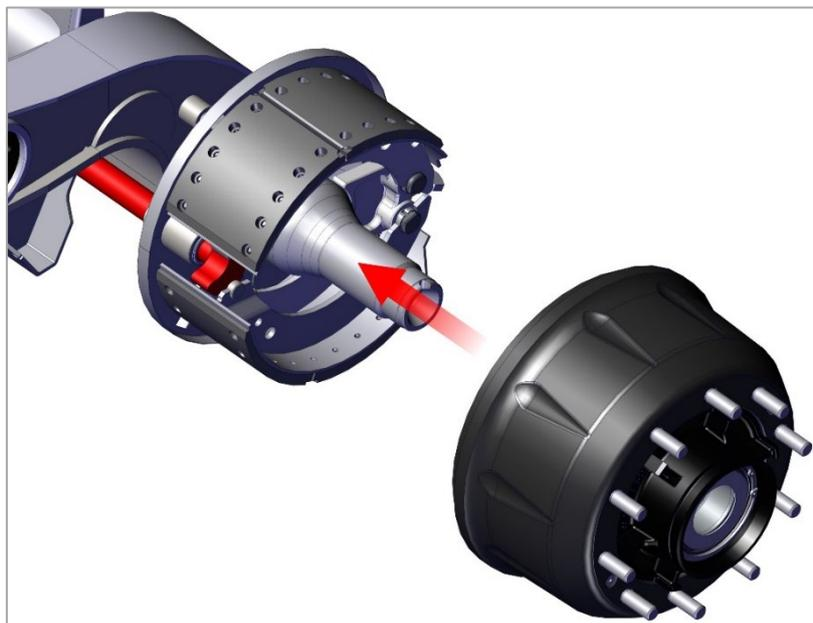

Рис. 41. Монтаж тормозного барабана
1) Если ступица и барабан были сняты с оси, то выполняйте монтаж компонентов в порядке, обратном порядку снятия (рис. 41).